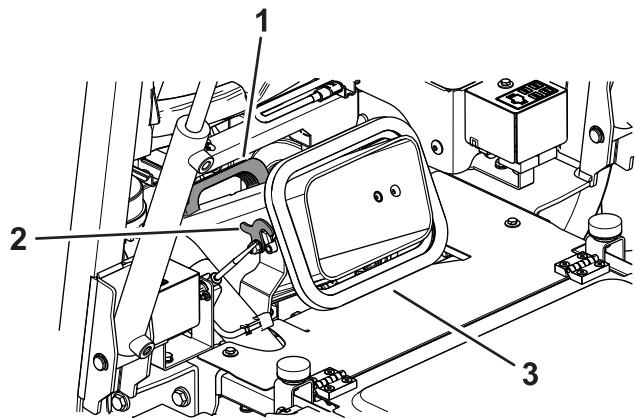

Figura 27
6. Desenganche el conducto de hierba (Figura 27).
7. Con el tirador en el conducto, retírelo y límpielo junto con la apertura de la unidad de corte (Figura 27).
8. Instale el conducto y fíjelo con los cierres (Figura 27).